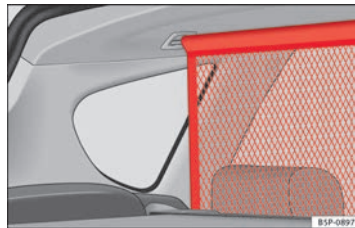

Abb. 121 Gepäckraumnetz.
- Führen Sie das Netz von unten zwischen der Lehne und der aufrollbaren Ablage hindurch und hängen Sie es in den Aufnahmen an der Decke ein, zuerst rechts dann links ⇒ Abb. 121. ▶